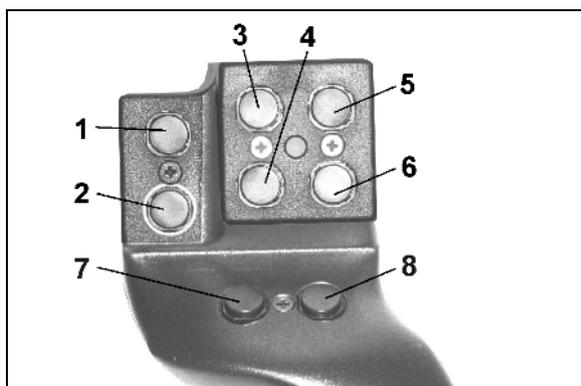
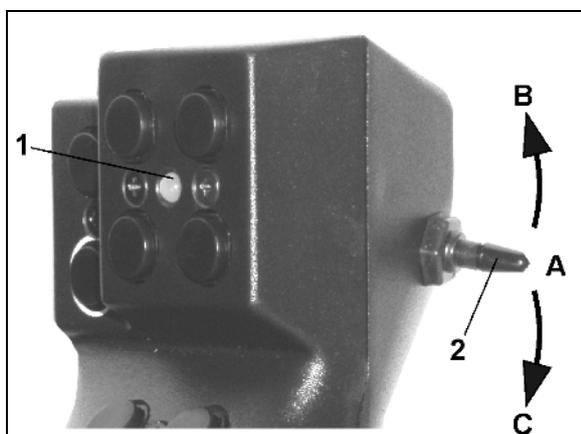

Fig. 111
Fig. 112
Zur Bedienung der Maschine hat der Multifunktionsgriff (Fig. 111) 8 Tasten (1 - 8) zur Verfügung. Weiterhin kann mittels Schalter (Fig. 112/2) die Belegung der Tasten 3-fach verändert werden.
-  Mittelstellung (Fig. 112/A) und kann nach
-  oben (Fig. 112/B) oder
-  unten (Fig. 112/C) betätigt werden
Die Stellung des Schalters wird durch eine LED-Leuchte (Fig. 112/1) angezeigt.